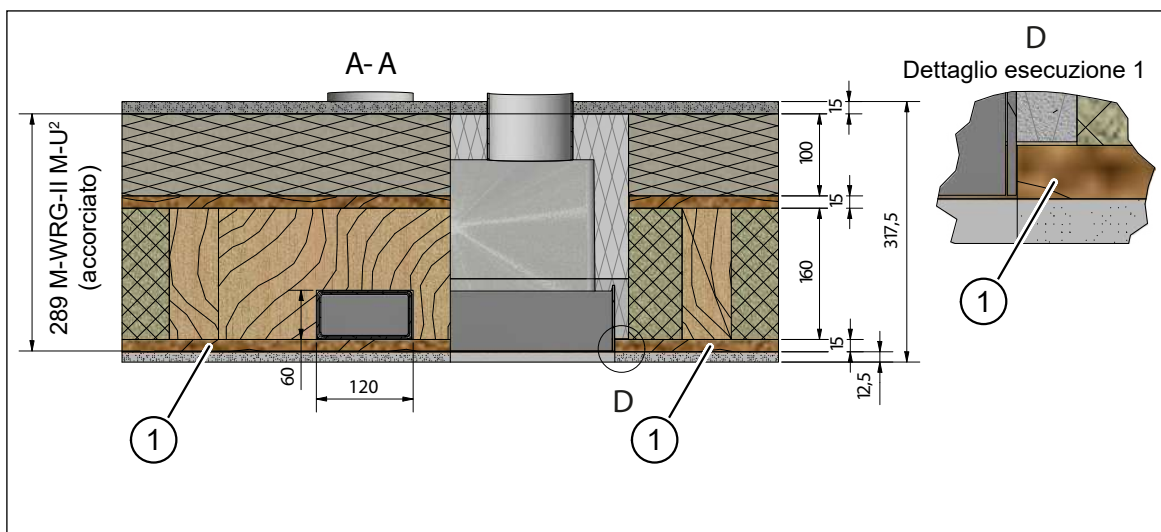

Fig. 55: Pannello OSB interno come barriera al vapore e piano ermeticamente chiuso
Il pannello OSB interno (pos. 1 nella Fig. 55) è la barriera al vapore e il piano ermeticamente chiuso. Il collegamento del pannello OSB con la cassetta a muro deve essere realizzato con un nastro adesivo adeguato e approvato, p. es. con Rissan® della ditta SIGA.